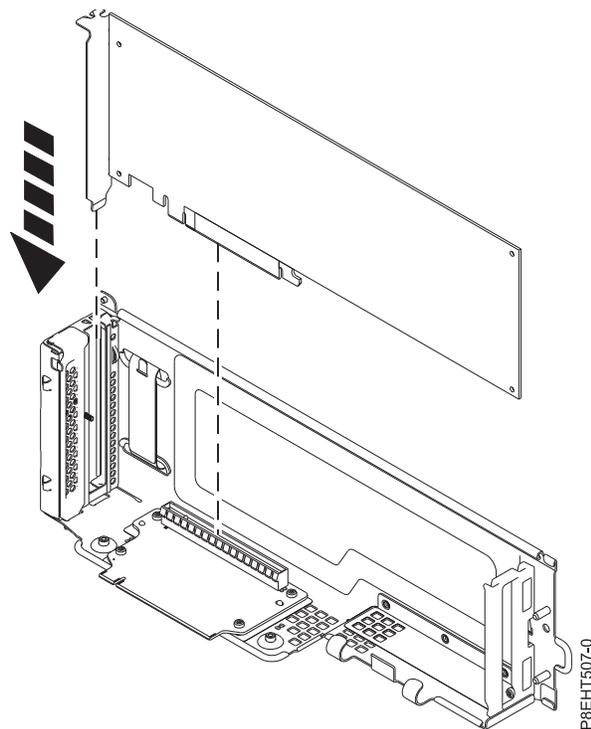

Figura 41. Inserción del adaptador PCIe en la tarjeta de expansión PCIe.
- Inserte la tarjeta en la tarjeta de expansión del modelo PCIe, alineándola e insertándola correctamente en la ranura. Consulte la Figura 41.